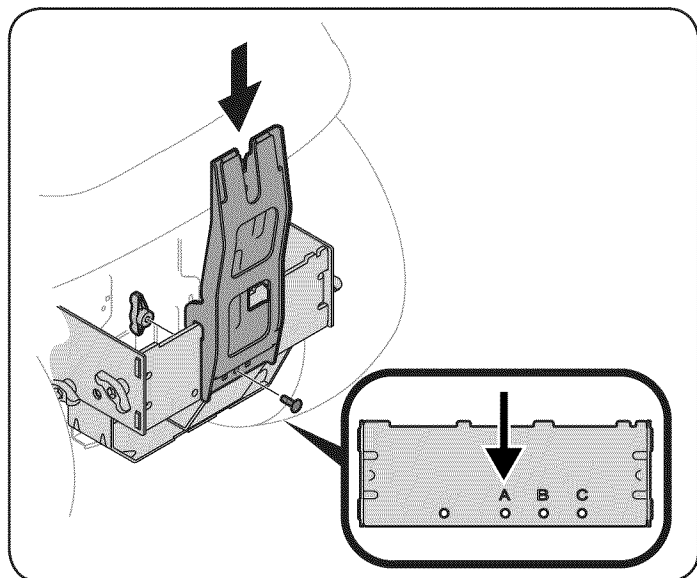

Figure 29
4. Instale el soporte de montaje en posición vertical embolsadora en el conjunto de montaje del tractor enganchándolo sobre la placa de enganche, alineando el orificio central en el soporte en posición vertical con el agujero en la cruz soporte de montaje en la que se corresponde con el tamaño de la cubierta de su tractor. See Figure 29.
5. Fije el soporte de montaje en posición vertical para el conjunto de montaje utilizando un (710-0276) perno y una perilla (720-04122) ala del paquete de tornillería 689-00328A. Consulte Figure 29.